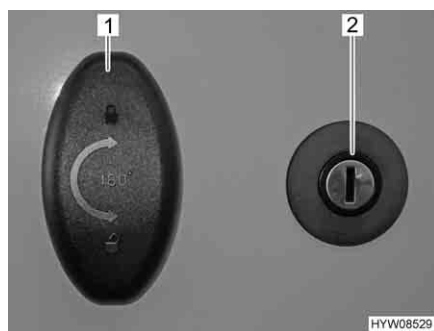

Fig. 59 Serratura della porta del garage
Apertura: ■ Inserire la chiave nel cilindro della serratura (Fig. 59,2) e ruotare in senso orario. La chiusura centralizzata è sbloccata.
■ Girare la maniglia della serratura (Fig. 59,1) in senso antiorario di un mezzo giro e aprire la porta del garage.
■ Girare la maniglia della serratura (Fig. 59,1) in senso antiorario di un mezzo giro.
■ Inserire la chiave nel cilindro della serratura (Fig. 59,2) e ruotare in senso antiorario. La chiusura centralizzata è bloccata.